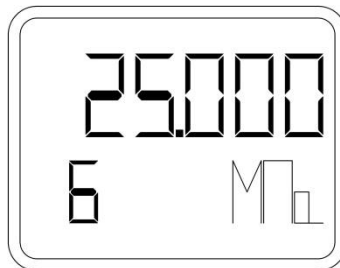

**Рисунок 11** – Установка нижнего предела измерения без подачи опорного давления
- При помощи кнопки «М» зайти в пункт меню 5 (рисунок 11).